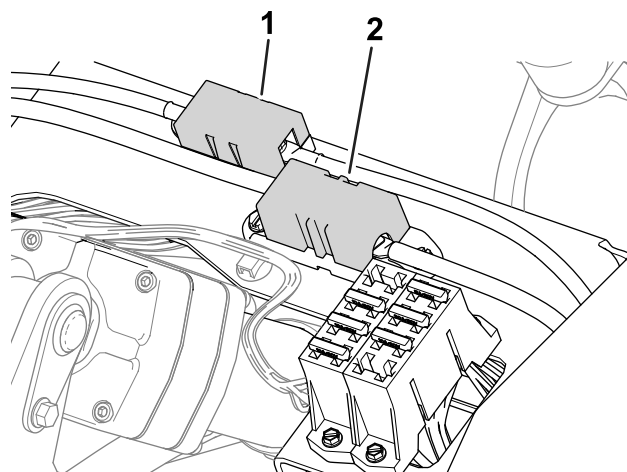

Figure 58
- Les fusibles de l'alternateur (100 A) et du moteur de roue droite (60 A) sont sous le siège (Figure 58).